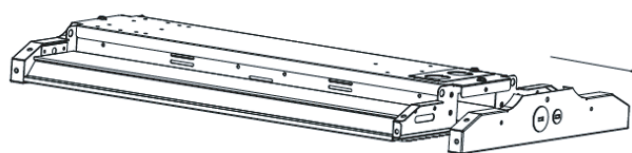

Figure 7
2. Remove the end-cover (Fig. 7).
2. Retirez le capuchon d'extrémité (Fig. 7).